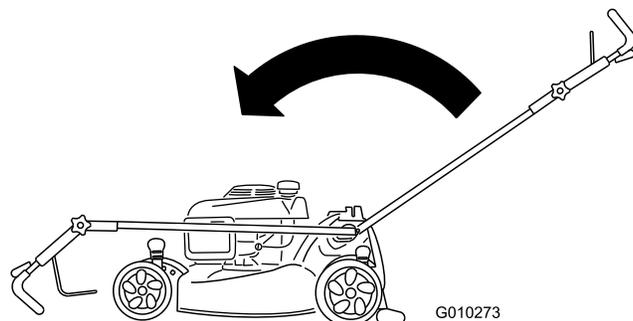

Figura 38
2. Spostate completamente avanti la stegola e allentate la manopola della sua sezione superiore (Figura 38).